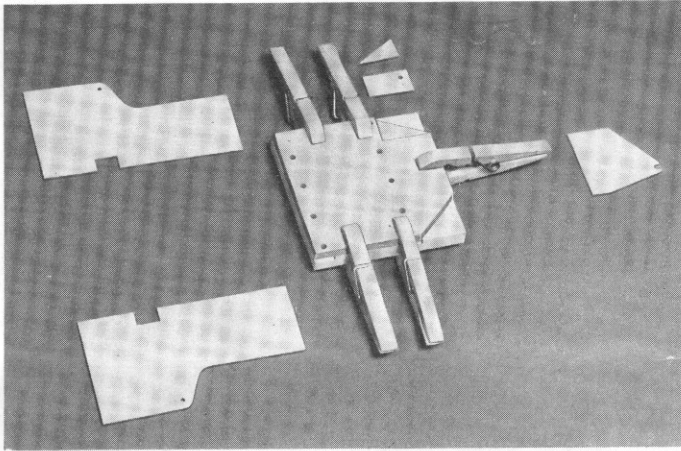

Abb. 18
Die Einheit zur Befestigung der Rudermaschinen mit Winkelhebeln besteht aus den Teilen (133) — (148), sie wird als nächstes zusammengefügt. Auf das Unterteil Rudermaschinenbrett (134) das Oberenteil (133) kleben, mit Federklammern anpressen, überquellenden Klebstoff, besonders in der Ecke, abstreifen. Ist die Klebestelle durchgetrocknet, die vier Rudermaschinen aufsetzen und die Lage der Bohrungen für die Befestigungsschrauben übertragen. Die acht Löcher für die Einschlagmutter (116) bohren und diese auf der Unterseite mit dem Zweikomponentenkleber einkleben. Danach die Unterfütterung (135) ankleben, ebenfalls mit Federklammern anpressen. In Abb. 18 ist dieser Bauzustand ersichtlich.